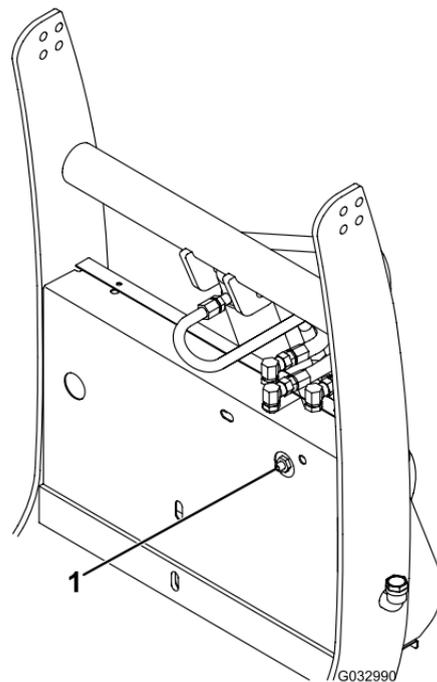

Figure 26
1. Desserrez l'écrou de blocage au dos du collecteur hydraulique (Figure 26).